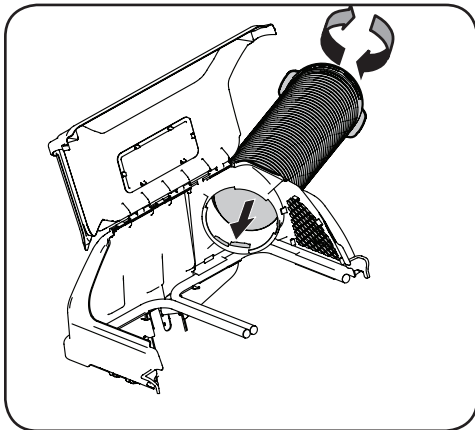

Figura 4-33
7. Centre visualmente el conjunto de barra de pesas en el tractor y con dos tornillos de cabeza hexagonal de 5/16" (710-3056) y dos tuercas (712-04063) sujete el conjunto de contrapeso al tractor como se indica en la Figura 4-33.